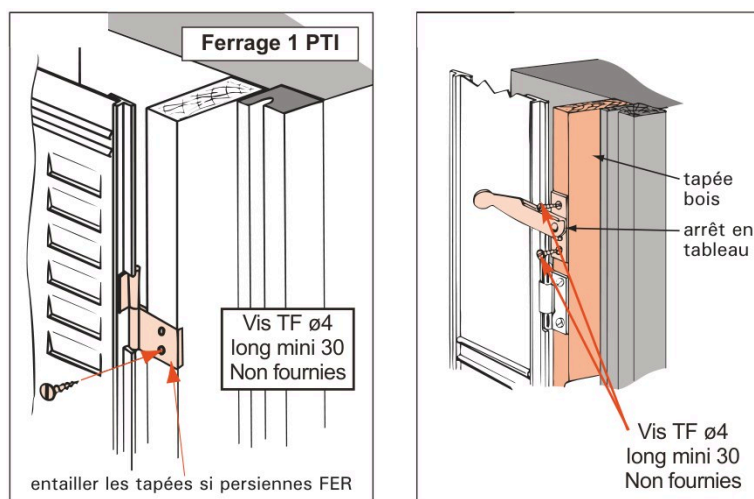

Figure 13 – À gauche, les paumelles du ferrage 1 PTI ; à droite, l'arrêt en tableau
Avec le ferrage 1 PTI (sur notre site : les paumelles pour tapées étroites), les paumelles se fixent comme sur la figure 13, à gauche ; avec une persienne en fer, entaillez les tapées.
2. Fixez les arrêts en tableau (vis TF ø4, longueur mini 30, non fournies) : figure 13, à droite.